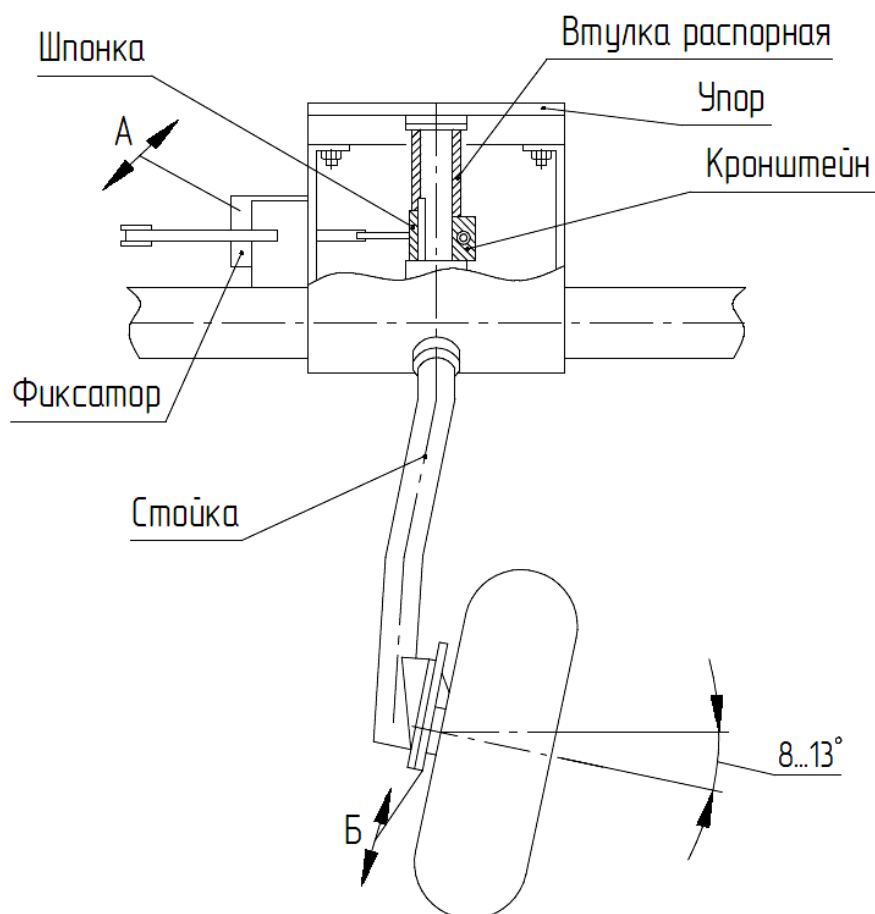

Рисунок 2.1 – Установка левого колеса
2.3.3 Вставьте стойку левого колеса в жатку (рисунок 2.1), установите кронштейн и шпонку. Затем установите втулку распорную и закрепите сверху упор. Стойка колеса должна упираться в пластину упора. Зажмите клеммное соединение кронштейна, при этом вилка кронштейна должна находиться по центру фиксатора. Поверните колесо в рабочее положение и зафиксируйте.
- повернуть рукоятку фиксатора левого колеса (рисунок 2.1) в рабочее положение (см. схему на жатке) и движением трактора назад добиться поворота колеса до фиксации в рабочем положении;